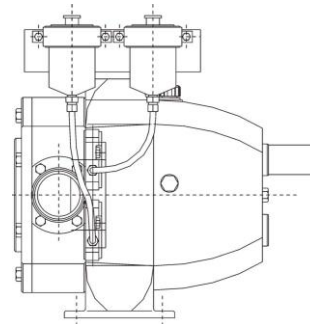

Abb. 2
- Ein Druck beaufschlagtes Fettsystem, welches im Handel erhältliche Fettbehälter verwendet. Damit wird die Dichtung gegen abrasive Produkte geschützt. Es muss aber damit gerechnet werden, dass beim Fördern geringe Mengen des Fettes in das Produkt gelangen. Es ist daher erforderlich ein geeignetes, kompatibles Fett auszuwählen (siehe Abb. 2).